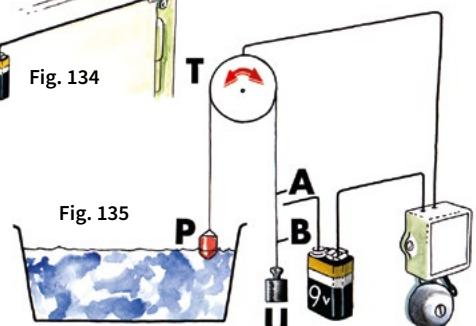

Fig. 135
Le niveau des liquides dans les réservoirs d'usines ou de laboratoires doit souvent être limité entre des points minima et maxima. Nous pouvons aisément réaliser un signal avertisseur qui indiquera que le réservoir va déborder ou que le liquide va manquer. Le schéma en est donné à la fig. 135. Dans le réservoir pend un flotteur (P) qui monte et qui descend avec le liquide. Le fil qui le soutient passe par la poulie (T) et, sur ce même fil sont fixés des repères A et B. Un contrepoids (U) maintient ce fil tendu. Dès que le liquide arrive à son niveau maximum, le repère A vient en contact avec une pièce métallique reliée à un pôle de la pile. Par contre, dès que le liquide arrive au niveau minimum, c'est le repère B qui vient en contact avec la pièce métallique. En partant de cette commande toute simple, il est possible de réaliser une alimentation automatique du niveau du liquide dans le réservoir.